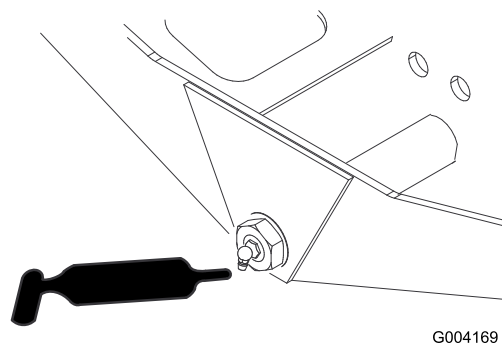

図 57
- ・ アクスルのステアリングピボット (1ヶ所) (図 57)